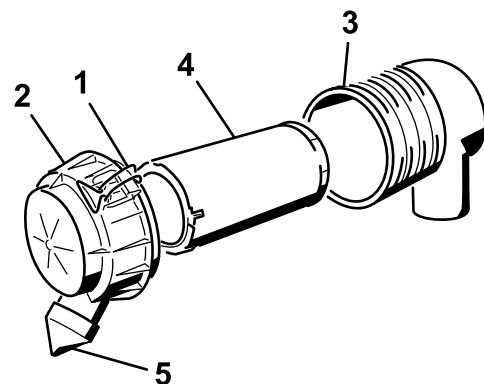

Bild 20
3. Lösen Sie die Riegel am Luftfilter und ziehen Sie die Luftfilterabdeckung vom Luftfiltergehäuse ab (Bild 20).
6. Schieben Sie den Filter vorsichtig aus dem Luftfiltergehäuse heraus (Bild 20).
8. Setzen Sie den Filter vorsichtig ein (Bild 20).
9. Setzen Sie die Luftfilterabdeckung auf (die Staubkappe sollte nach unten zeigen) und befestigen Sie die Riegel (Bild 20).